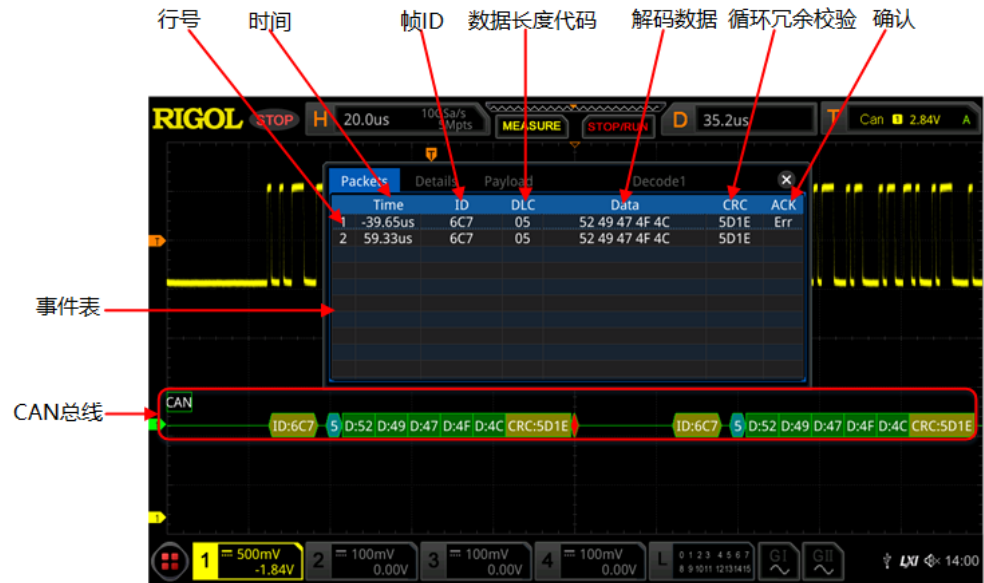

图 15.11 CAN 解码事件表
- 打开或关闭事件表：连续按 **事件表** 键，打开或关闭事件表显示。打开事件表，屏幕弹出如 图 15.11 所示的事件表。您也可以触摸屏功能触摸事件表右上方的图标  关闭事件表功能。